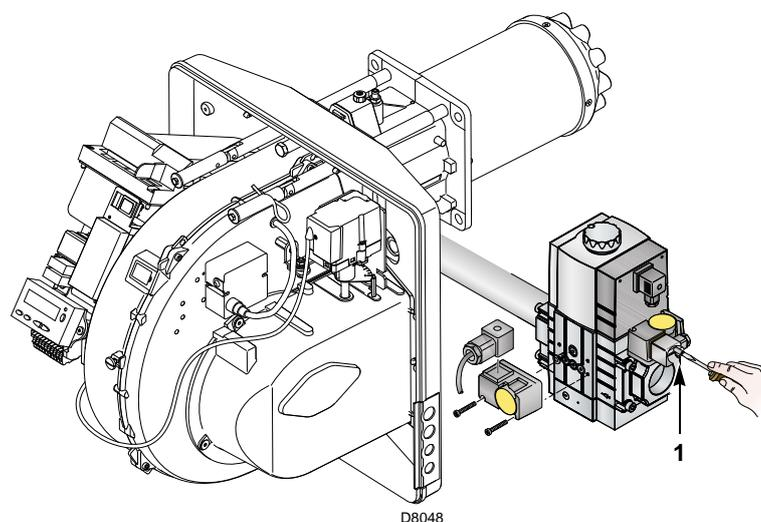

Abb. 24
- Prüfen Sie den Gasversorgungsdruck durch Anschließen eines Druckmessers an die Druckentnahmestelle 1) (Abb. 24) des Minimal-Gasdruckwächters: er muss geringer als der maximal zulässige Druck der Gasarmatur sein, der auf dem Kennschild der technischen Daten angegeben ist.
- Entlüften Sie die Leitung der Gasarmatur, indem Sie eine Kunststoffleitung an die Druckentnahmestelle 1) (Abb. 24) des Minimal-Gasdruckwächters anschließen.